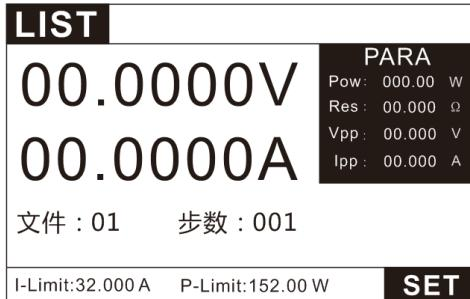

图 3.5 LIST 模式测试界面
- 2、如图 3.5 在 list 界面下, 按 **SET** 键进入设置界面, 如图 3.6。